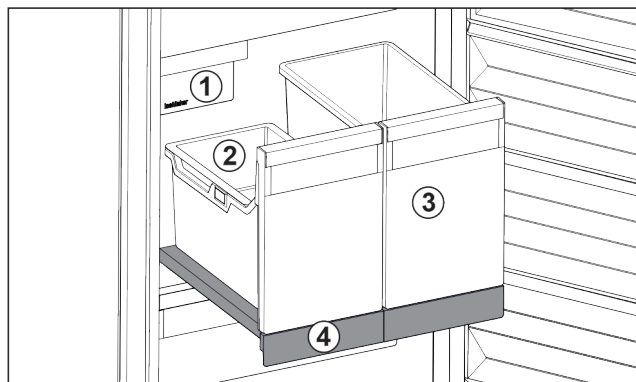

Fig. 138 Kihúzható rács IceTower egységgel
- (1) IceMaker
- (2) Beaszkészíthető tálca a jégkockák számára
- (3) Tároló pl. pizza vagy alkoholos italok számára
- (4) Kihúzható rács
A kihúzható rácson két magas tároló van kialakítva (IceTower). A tárolóban Fig. 138 (2) gyűlnek össze és tárolhatók az IceMaker által készített jégkockák. A tároló Fig. 138 (3) magas élelmiszerek tárolására alkalmas, például pizza vagy az alkoholos ital tehető bele.